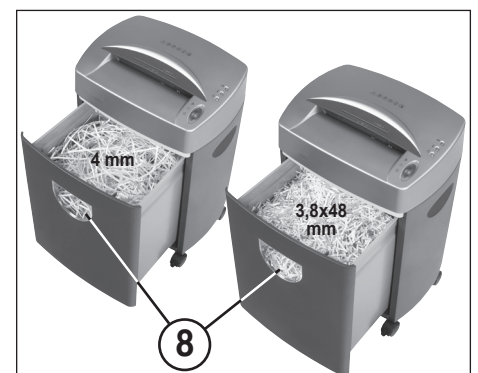

Рис. 3
#### ПРИЕМНОЙ КОРЗИНЫ (рис. 3):
Когда измельченный материал виден в контрольном окне индикации заполнения (8) (рис. 3), необходимо опорожнить приемную корзину.